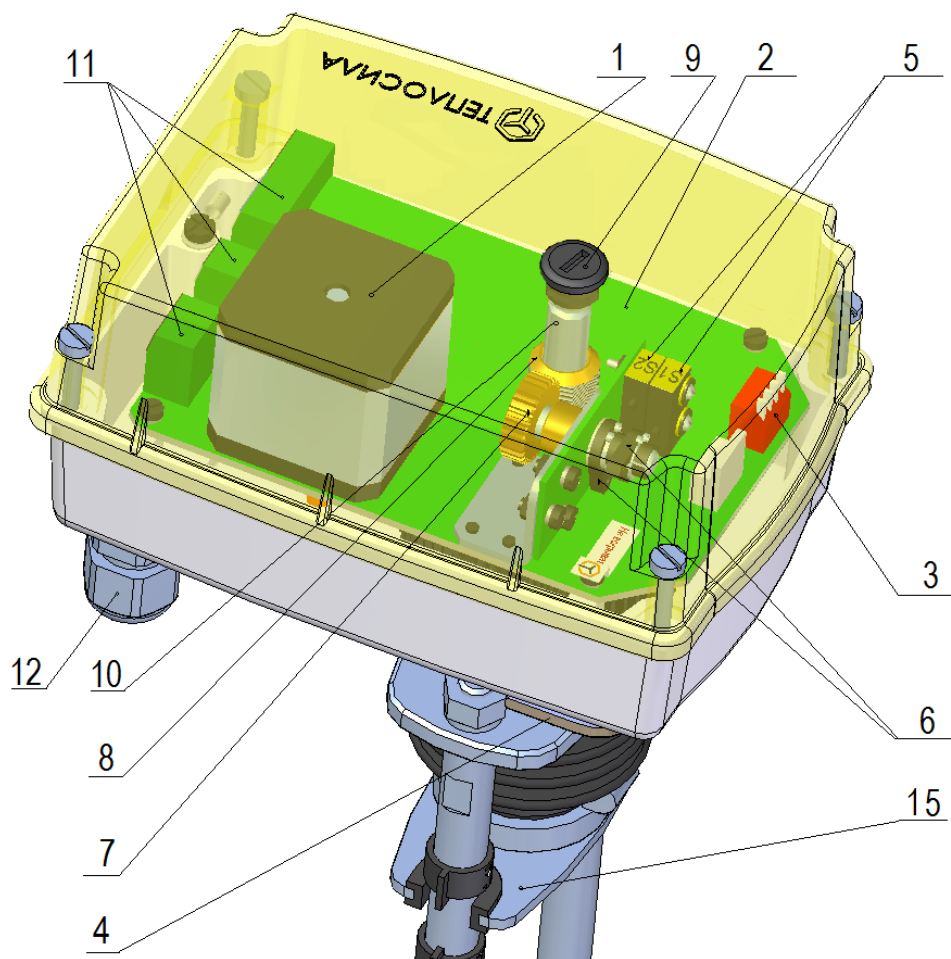

Рисунок 1. Общий вид
**ВНИМАНИЕ! ПРЕВЫШЕНИЕ НИЖНЕГО ПОЛОЖЕНИЯ УКАЗЫВАЮЩЕЙ ПЛАНКИ (15) (РИСУНОК 1) ЗА ПОЗИЦИЮ, ОТМЕЧЕННУЮ УКАЗАТЕЛЕМ, БЕЗ ПОДКЛЮЧЕННОЙ АРМАТУРЫ ПРИВЕДЕТ К МЕХАНИЧЕСКОМУ РАСЦЕПЛЕНИЮ ХОДОВОЙ ПАРЫ ЭЛЕКТРОПРИВОДА, Т.Е. К ПОТЕРЕ ФУНКЦИОНАЛЬНОСТИ.**